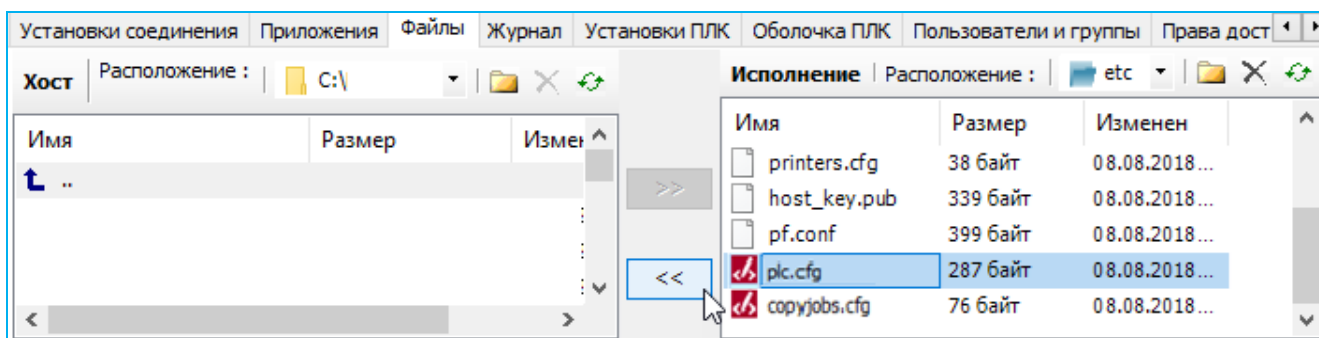

Рисунок 232 – Обмен файлами между ПК и контроллером
- в Astra.IDE на главной вкладке параметров устройства перейдите на вкладку **Файлы**. В области **Исполнение** нажмите кнопку  (**Обновить**). В окне отобразится дерево файлов, имеющихся на контроллере R400. Найдите папку **etc** (Рисунок 232);